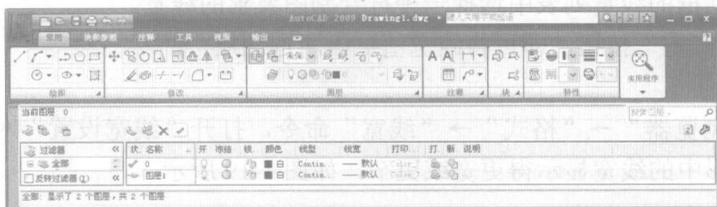

图 1-15 “图层特性管理器”对话框
(1) 通过上述操作打开“图层特性管理器”对话框，如图 1-15 所示。